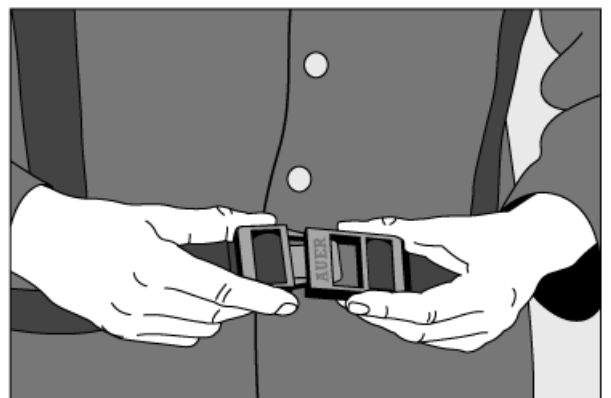

Bild 6
- Hüftgurtverschluß durch Zusammenstecken der beiden Verschlußhälften schließen (Bild 6). Die Öffnungstaste des Verschlusses zeigt dabei zur Körperseite.